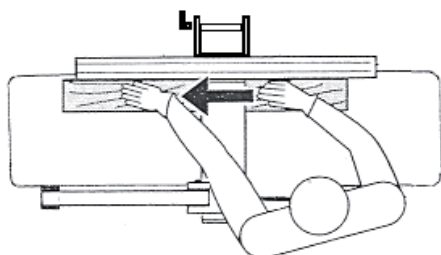

Рис. 10
- Следует располагаться сбоку от стола подачи деталей (Рис. 10).